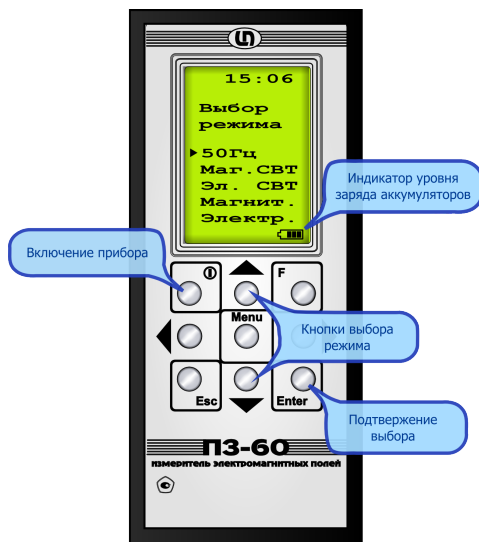

Рис. 3. Выбор режима измерения
- 3) Включите прибор, нажав кнопку . После включения на экране прибора отображается меню выбора вида измерения (рис. 3).